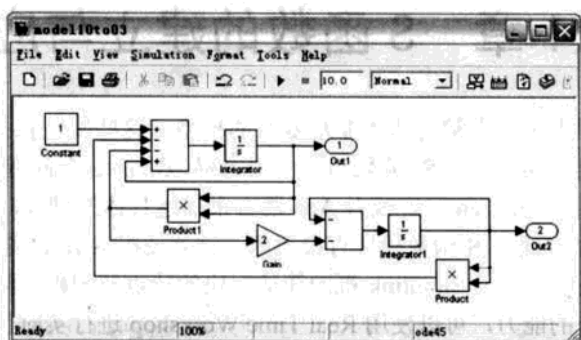

图 10.7 Simulink 模型
(2) 创建 Simulink 模型，保存为 model10to03.mdl，如图 10.7 所示。